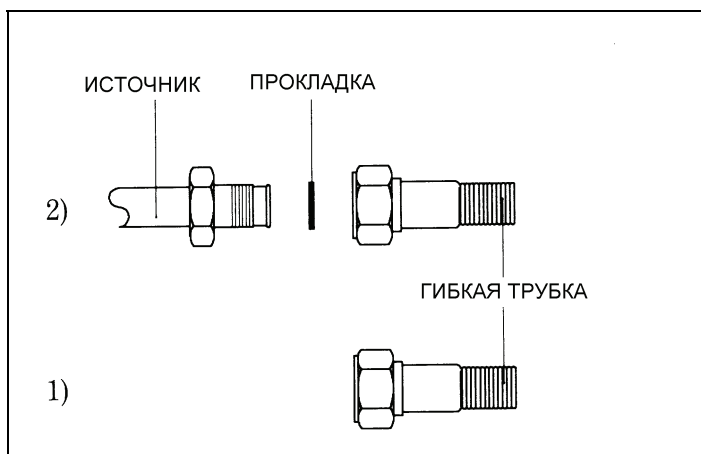

Рис. 3
Инструкции по соединению (см. рис. 3)
- 2) соединение с прокладкой (алюминий, медь, специальная резина) (см. рис. 3).